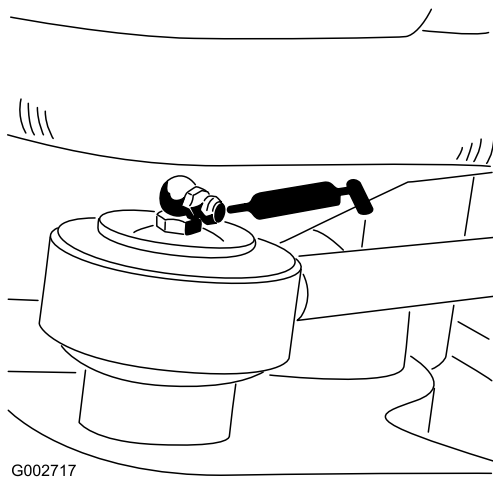

Figura 23
- 1 rulment capăt tijă cilindru de direcție - doar modelul 08705 (Figura 23).